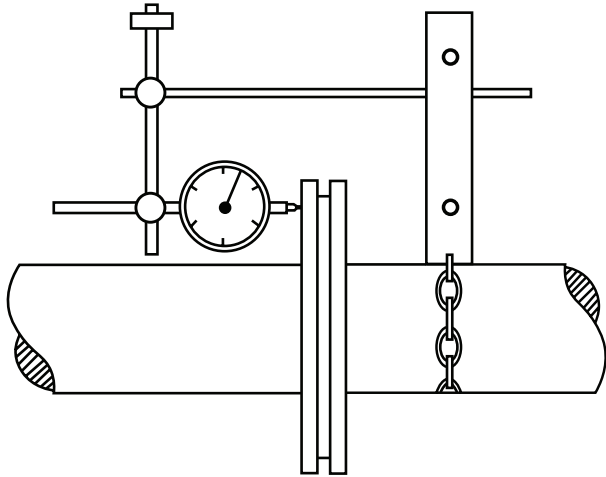

Abb. 36 – Überprüfen eines winkligen Ausrichtungsfehlers mithilfe einer Messuhr
6. Ein winkliger Ausrichtungsfehler lässt sich mithilfe einer Messuhr auf der Getriebeseite feststellen, wie in **Abb. 36** dargestellt.